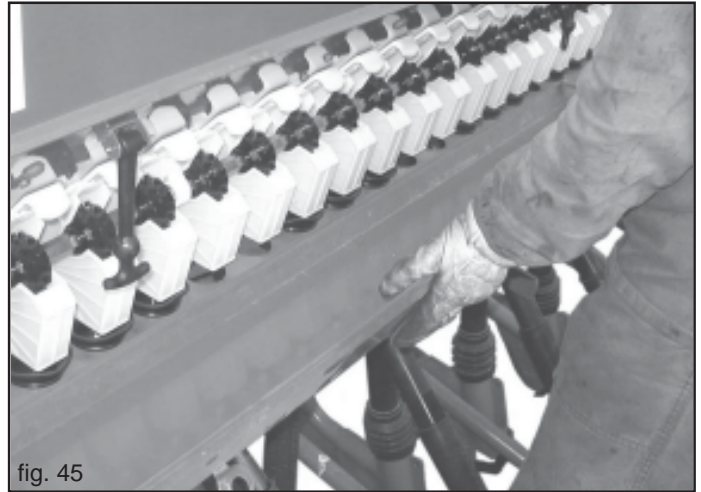

fig. 45
- 2) Die Samenbehälter (Abb. 45) aushängen und sie unter die Samenausgangsstutzen stellen.